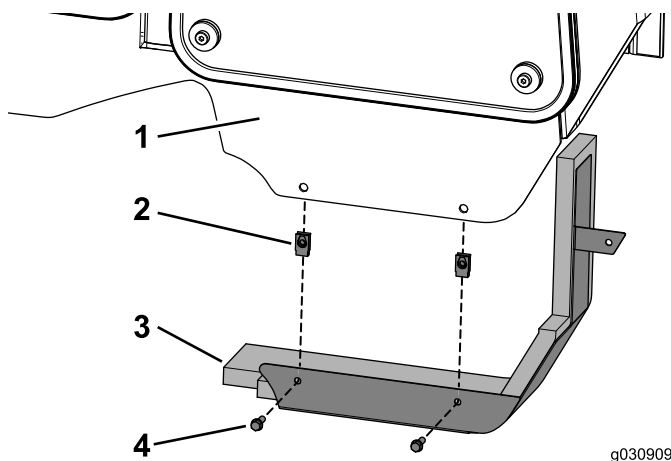

Figura 26
1. Instale las 2 tuercas rápidas en el bastidor de la cabina (Figura 26).
2. Sujete el panel a la cabina usando los 2 pernos ($\frac{1}{4}$ " x $\frac{3}{4}$ "), como se muestra en Figura 26.